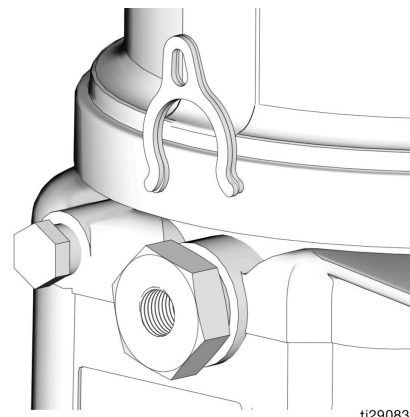

FIG. 12
6. Utiliser une clé pour desserrer l'élément de pompe en le tournant dans le sens antihoraire. Ne pas déposer entièrement l'élément de pompe. Faire suffisamment sortir l'élément de pompe pour faire glisser l'entretoise en avant ou en arrière. (FIG. 12).
La commande du volume de la pompe se règle en n'utilisant soit aucune entretoise, ou (1) ou (2) entretoises (FIG. 12).